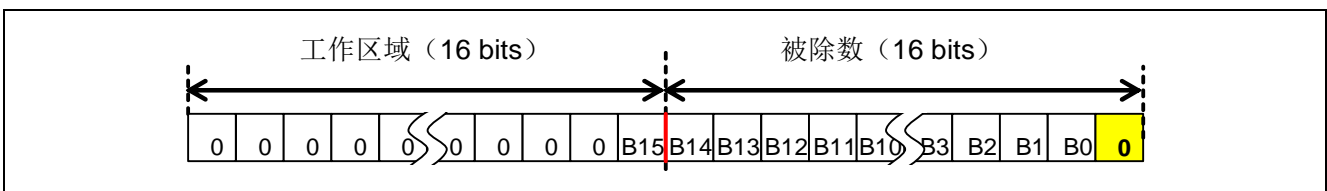

图 3.3 减法的准备
(2) 减法处理中，首先被除数与工作区域向左移动 1 位，作为减法运算的准备。被除数的 MSB 进到工作区域的 LSB，被除数的 LSB 变为 0（参照图 3.3）。为了提高处理效率和区域使用效率，被除数的 LSB 用作商的存储区域使用。